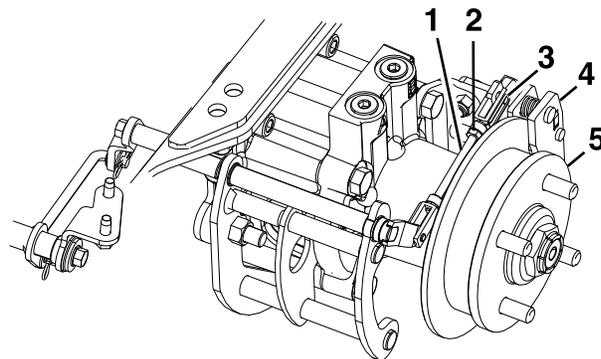

図 75
8. スプリングクレビスピンをリアリンクージとキャリパーから取り外す(図 75)。
12. リアリンクージのジャムナットを締める(図 75)。